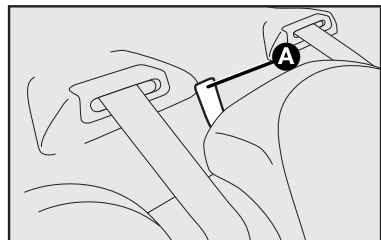

fig. 90
4) Desenganche el respaldo, tirando de la lengüeta **A**-fig. 90.
Para eso, tire de la lengüeta derecha o izquierda **A-fig. 90** e incline hacia adelante el cojín deseado hasta obtener una superficie de carga única.